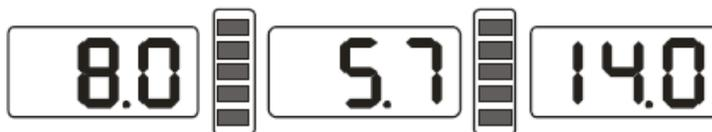

Figure 7-1
Appuyez sur bouton pour allumer la machine, l'initialisation commence automatiquement, et dure environ deux secondes. La machine est prête à utiliser quand affiche Fig. 7-1.
7.2.2 Le mesurage de la roue apparaît sur l'écran Fig. 7.1 vérifiez si les mesures correspondent au mesurage exact de la roue. Si le diamètre de la roue est différent il faut étalonner la machine, ou le modifier manuellement en appuyant sur d+ ou d-